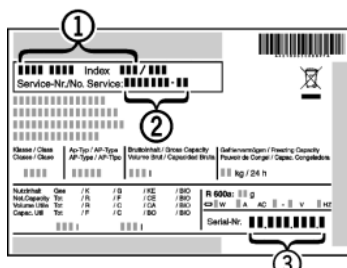

Fig. 14
- ▶ Apparaataanduiding Fig. 14 (1), service-nr. Fig. 14 (2) en serie-nr. Fig. 14 (3) van het typeplaatje aflezen. Het typeplaatje bevindt zich aan de linkerkant binnen in het apparaat.
- ▶ Contact opnemen met de Technische Dienst en het probleem, apparaataanduiding Fig. 14 (1), service-nr. Fig. 14 (2) en serie-nr. Fig. 14 (3) mededelen.